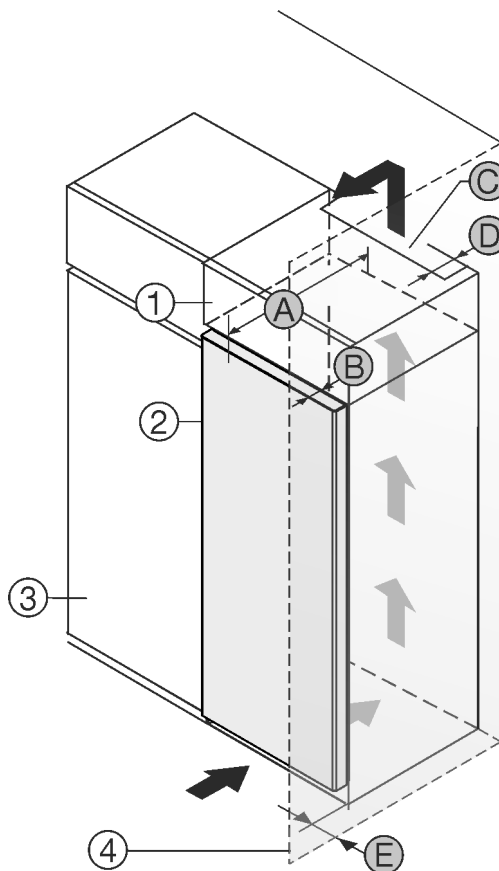

Fig. 1
Puteți amplasa aparatul direct lângă dulapul de bucătărie Fig. 1 (3).*
În partea din spate a dulapului suspendat trebuie să existe o fantă de aerisire cu grosimea Fig. 1 (D) pe toată lățimea dulapului suspendat.*
Sub tavanul încăperii trebuie să fie respectată secțiunea de ventilație Fig. 1 (C).*
Atunci când montați aparatul cu balamalele lângă un perete Fig. 1 (4), distanța dintre aparat și perete trebuie să fie de minim 13 mm.*
Astfel încât să puteți deschide complet ușa, aparatul trebuie să fie proeminent cu cel puțin adâncimea ușii Fig. 1 (B) față de suprafața frontală a dulapului de bucătărie. În funcție de adâncimea dulapurilor de bucătărie Fig. 1 (3) și utilizarea distanțierelor de perete, aparatul poate ieși mai mult în afară.*